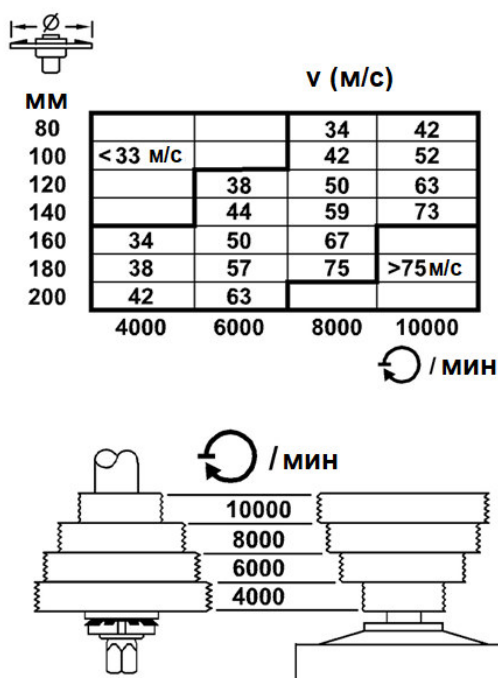

Рис. 18
1. Скорость резания в м/с, соответствующая диаметру инструмента и частоте вращения шпинделя, приведена на схеме (Рис. 18). Эта схема также размещена на двери тумбы.
5. Частота вращения меняется путем изменения положения приводного ремня на шкивах (Рис. 18).